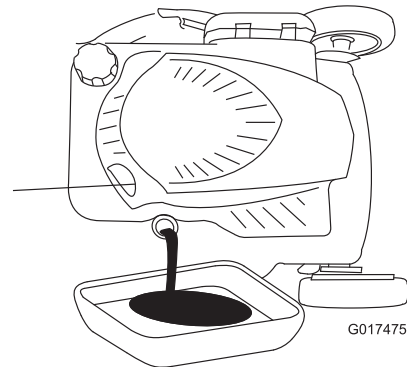

Figure 21
3. Inclinez la machine sur le côté (jauge en bas) pour vidanger l'huile usagée par le goulot de remplissage (Figure 21).